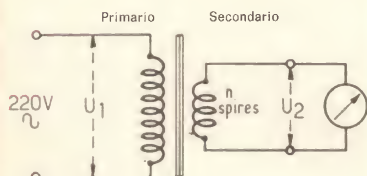

Fig. 5
- Misurare la tensione U2 del secondario (fig. 5) con un tester c.a. e prenderne nota.